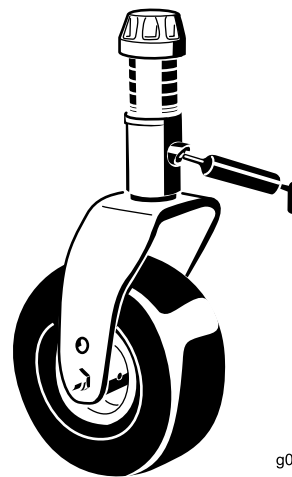

Bild 67
- 2 Laufradgabelbüchsen (Bild 67)